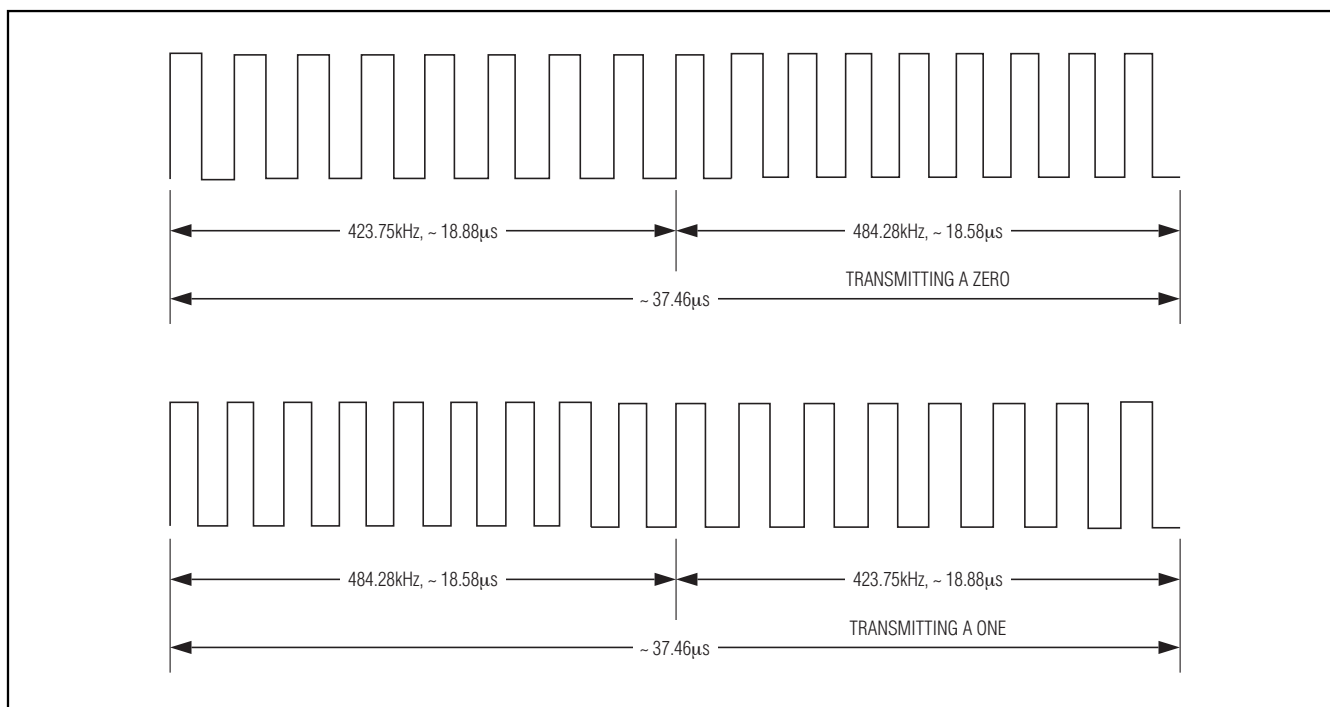
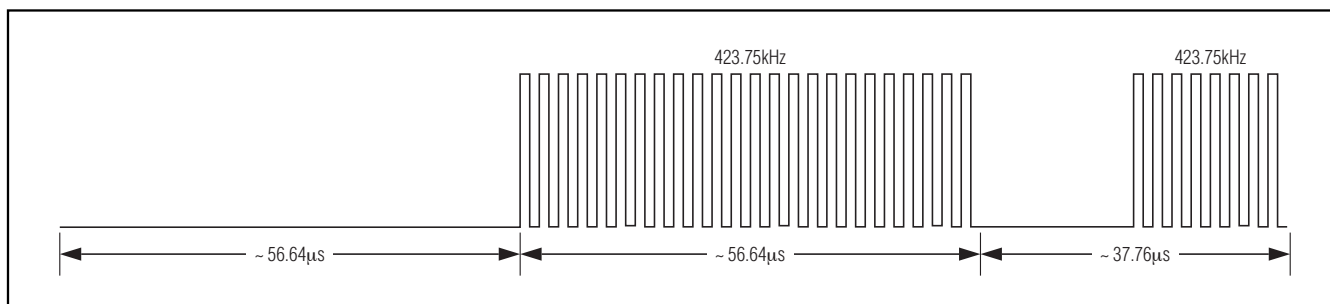

図12. アップリンクの符号化、2サブキャリアの場合(高データレートのタイミング)
図13. アップリンクのSOF、単一サブキャリアの場合(高データレートのタイミング)
**2サブキャリアの場合**、サブキャリア周波数は423.75kHzおよび484.28kHzです。ビット転送時間は単一サブキャリアの場合と同一です。変調は2値FM方式と等価です。ロジック0の場合、ビット転送時間の前半は低いサブキャリアがオンになり、後半は高いサブキャリアに切り替わります。ロジック1の場合、ビット転送時間の前半は高いサブキャリアがオンになり、後半は低いサブキャリアに切り替わります。詳細については、図12を参照してください。SOFパターンの伝送には、4ビットの伝送と同一の時間がかかります(高データレートで約151 $\mu$ s、低データレートで約604 $\mu$ s)。SOFは、どの4ビットのデータシーケンスとも異なります。EOFパターンは、SOFを逆順に伝送したものに相当します。SOFおよびEOFの正確な所要時間は、使用するサブキャリアが1つか2つかによって、わずかに変化します(それぞれ図13および14を参照)。